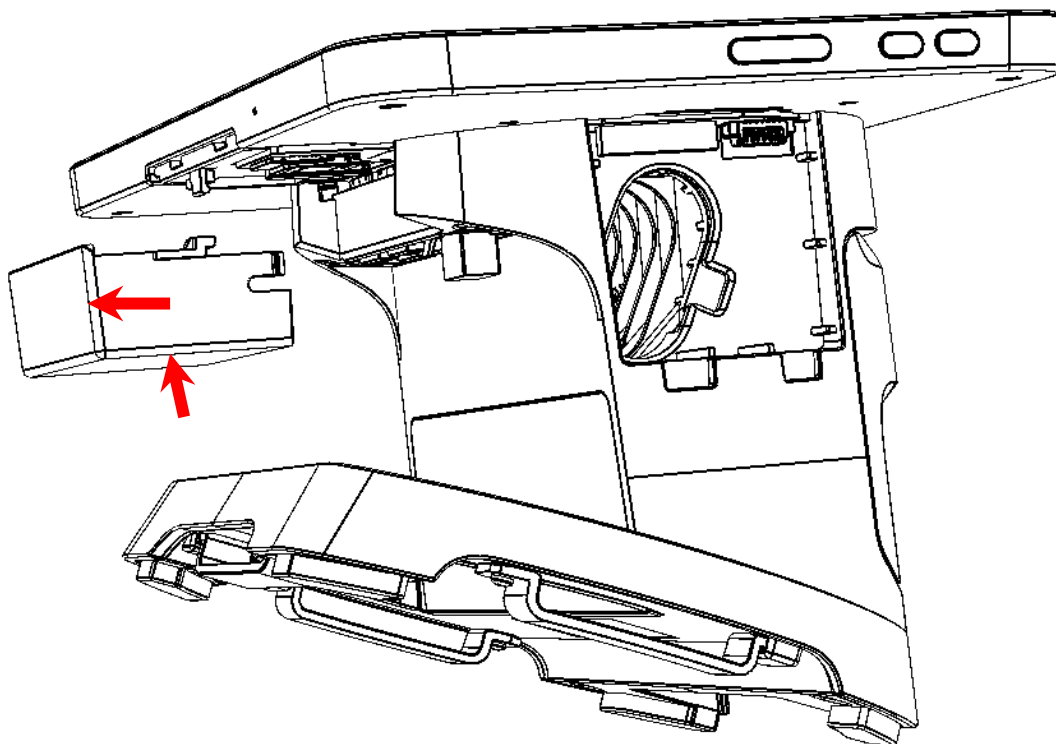

Рисунок 14. Снятие защитной крышки для слотов сим-карты и микро SD
27. Установить защитную крышку на слот для сим-карты и карты памяти микро-SD (см. рисунок 14).